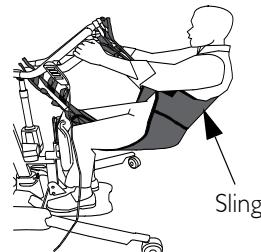

FIGURE 4.2 Levage du Patient
REMARQUE: Pour cette procédure, consultez la FIGURE 4.2 page 46.
1. Donnez au patient la consigne de se tenir aux poignées des deux côtés du lève-personnes verticalisateur (Détail «A» de la FIGURE 4.2).
- Lors du transfert depuis un fauteuil roulant, bloquez les roues du fauteuil (Détail «B» de la FIGURE 4.2).
- Appuyez sur le bouton de montée (UP) sur la télécommande pour lever le patient au-dessus de la surface (lit, fauteuil roulant, ou chaise). Le poids du patient est entièrement supporté par le lève-personnes verticalisateur (détail «C» de la FIGURE 4.2).